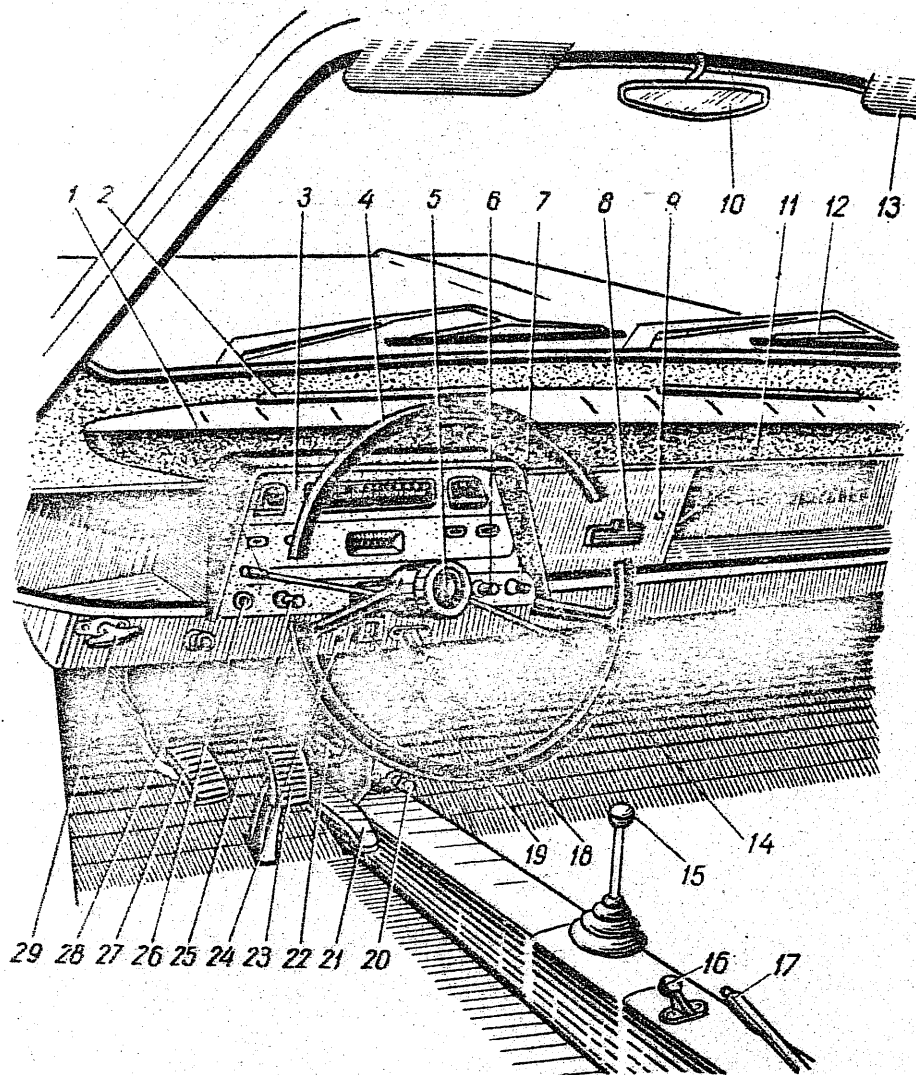
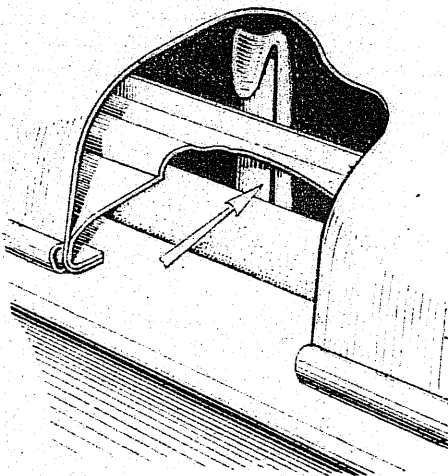

Bild 1. Steuerorgane:
Bild 8. Sicherungshaken des Kofferraumdeckels
Bild 1 zeigt die Anordnung der Steuerorgane sowie der Kontroll- und Meßgeräte.
**Der Knopf 16 (Bild 1)** betätigt die Vergaserluftklappe. Zum Teil- bzw. Vollschießen der Luftklappe den Knopf **aufwärts ziehen**.
**Ziehknopf der Pumpe der Scheibenwaschanlage 28 (s. Bild 1).** Im Ruhezustand bleibt der Knopf vollständig eingeschoben. Zum Einsatz der Scheibenwaschanlage ist der Knopf bis zum Anschlag herauszuziehen und darauf loszulassen, unter Einwirkung der Federkraft kommt dieser in die Ausgangsstellung zurück. Dabei spritzen auf die Windschutzscheibe Wasserstrahlen. Der Wasserbehälter der Scheibenwaschanlage befindet sich im Kofferraum.
**Ziehknopf des Einschalters der Heizanlage 25** (s. Bild 1). Vor dem Einschalten der Heizanlage sind die im Abschnitt «Heizanlage» angegebenen Gebrauchsvorschriften gründlich kennenzulernen.
Zum Öffnen des Kofferraums ist der Ziehgriff 29 (s. Bild 1), der sich links unter der Armaturentafel befindet, in der Richtung rückwärts zu ziehen und das Schloß zu öffnen. Darauf ist der Kofferraumdeckel zu heben und auf den Sicherungshaken (Bild 8) zu drücken.